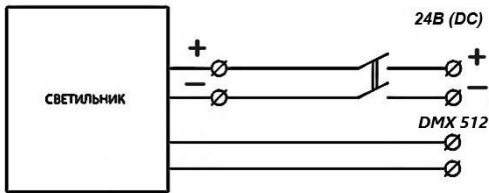

Рис.2. Схема подключения светильника
- 4.3. Подсоединить сетевые провода согласно схеме на рис. 2, обеспечив степень защиты не ниже IP67.